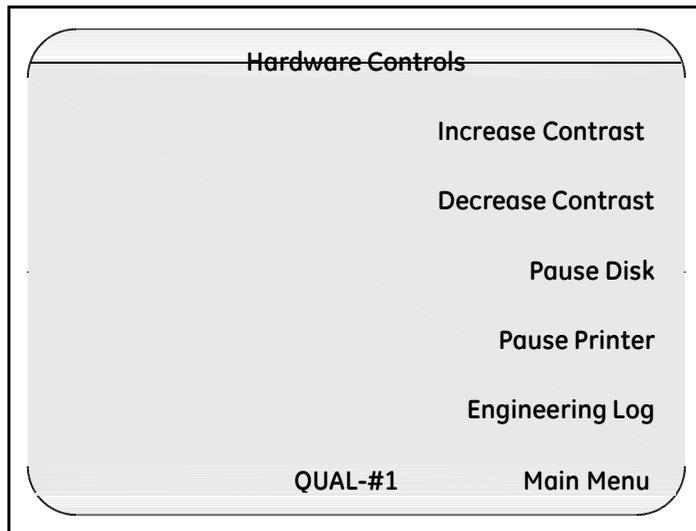

图 81: 硬件控制界面
2. 按 **Hardware Controls 硬件控制**. 显示 **Hardware Controls 硬件控制** 界面, 如图 81 所示.